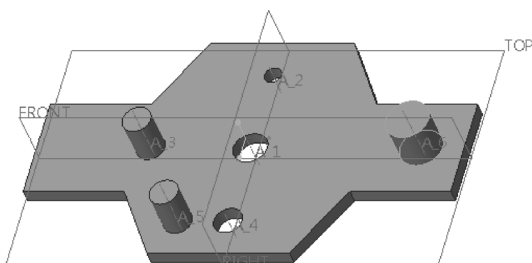

图 5-19 模型效果
9) 在“拉伸”选项卡中单击  (完成) 按钮, 得到的模型效果如图 5-19 所示。